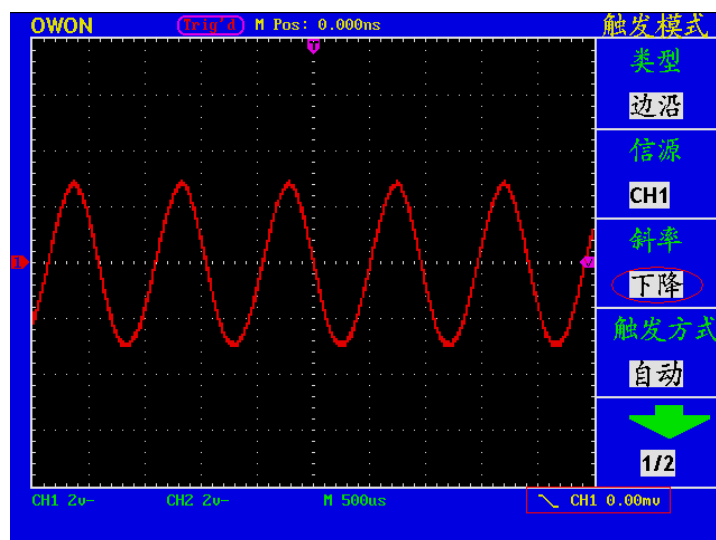

图 32：下降沿触发波形
- 10、再按 F3 菜单选择按键，选择斜率为 下降。屏幕显示见图32。